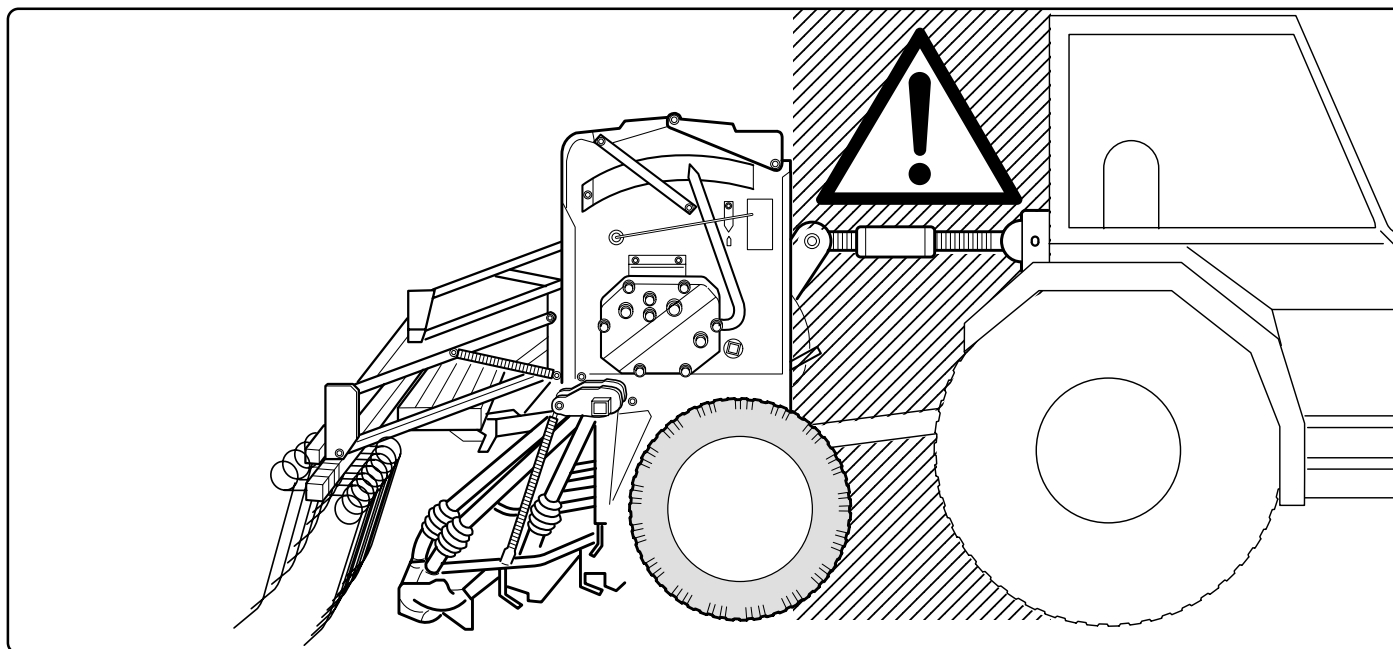

Fig. 2
29) È assolutamente vietato interporre fra il trattore e l'attacco per manovrare il comando dall'esterno per il sollevamento (Fig. 2).
29) *It is absolutely forbidden to stand between the tractor and linkage for maneuvering the lifting controls from the outside (Fig. 2).*
29) Es ist absolut verboten, zwischen den Schlepper und den Anschluss zu treten, um die Aushebung von aussen zu betätigen (Abb. 2).
29) *Il est absolument interdit de se mettre entre le tracteur et l'attelage pour manoeuvrer la commande de levage de l'extérieur (Figure 2).*
29) Está absolutamente prohibido ponerse entre el tractor y el gancho para efectuar maniobras, desde afuera, con el mando para la elevación (Fig. 2).